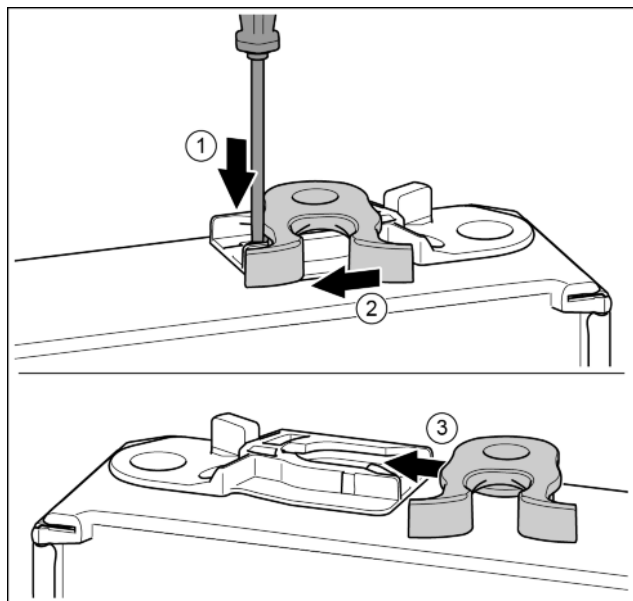

Fig. 17\*
- ▶ Нажать накладку шлицевой отверткой вниз. Fig. 17 (1)\*
- ▶ Запорный крючок вывести из направляющей. Fig. 17 (2)\*
- ▶ Запорный крючок вставить в направляющую с другой стороны. *Fig. 17 (3)\**